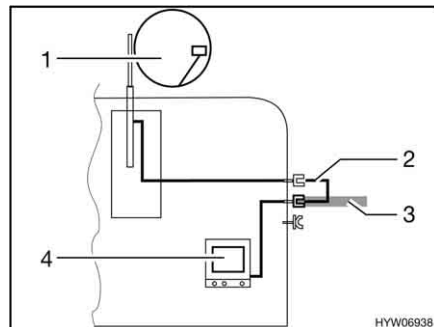

Bild 188 TV im Fahrzeug
- TV im Fahrzeug (Bild 188,4): Anschluss an Dachantenne (Bild 188,1) mit Verbindungskabel (Bild 188,2)
- TV im Fahrzeug (Bild 188,4): Anschluss an externe Antenne (Bild 188,3)